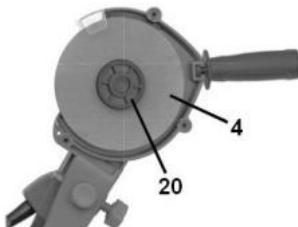

Рисунок 11
2.3.1 Ввімкнення і вимкнення виробу здійснюється вимикачем (11). Крутний момент від електродвигуна передається на шпиндель виробу, на якому за допомогою затискою гайки (20, рисунок 11) закріплений заточувальний абразивний диск (4).